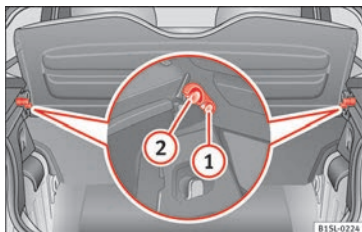

Fig. 70 Nel bagagliaio: smontaggio e rimontaggio del ripiano portaoggetti
Sollevare il pianale posteriore e premerlo sui blocchi laterali » **fig. 70** ①. Controllare che sia incastrato correttamente. Per abbassare il pianale dal bagagliaio, premerlo finché fuoriesce dai blocchi.